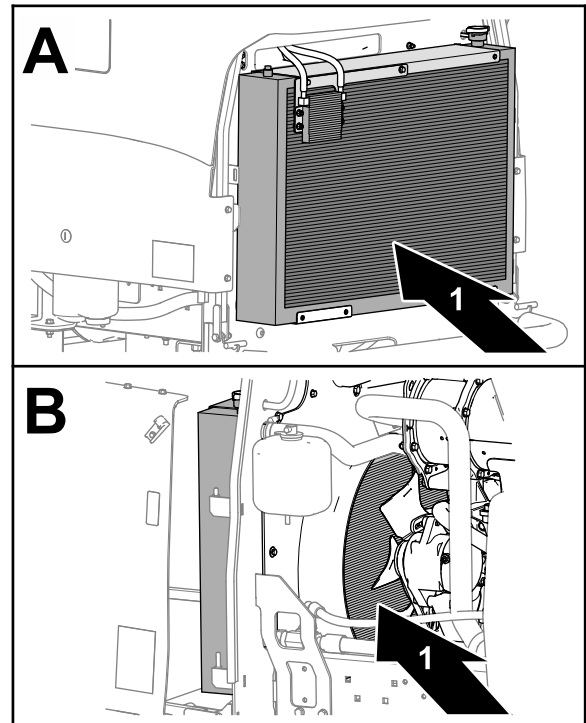

Figura 71
7. Limpie a fondo ambos lados del radiador y del enfriador de aceite con aire comprimido (Figura 71).